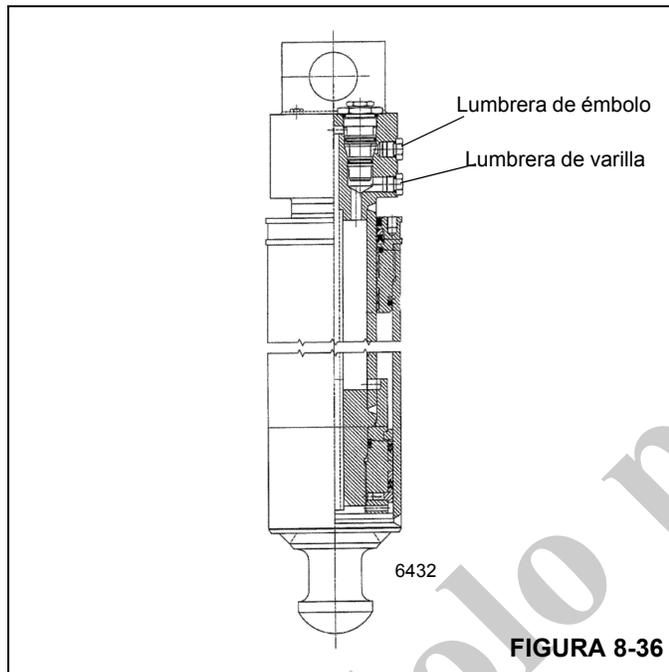

FIGURA 8-36
2. Quite la manguera del cilindro del lado de la varilla del cilindro de gato que se sospecha que tiene fugas (vea la Figura 8-36). El aceite fluirá hasta que se vacíe la cavidad del bloque de lumbreras del cilindro. Una vez que se vacíe la cavidad del bloque de lumbreras, el aceite deberá dejar de fluir por la lumbrera del lado de la varilla.
2. Quite la manguera del cilindro del lado del émbolo del cilindro de gato que se sospecha que tiene fugas (vea la Figura 8-36). El aceite fluirá hasta que se vacíe la cavidad del bloque de lumbreras del cilindro. Una vez que se vacíe la cavidad del bloque de lumbreras, el aceite deberá dejar de fluir por la lumbrera del lado del émbolo.